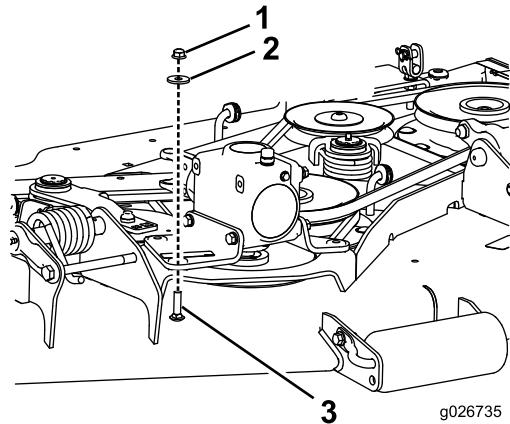

Figura 1
5. Montate la scatola ingranaggi (vedere Figura 1).